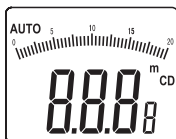

Figura 5-6-1
- Presione el botón “Lx/Fc/CD” durante un segundo y la pantalla cambiará a modo de distancia de intensidad de luz, donde se puede ajustar la distancia de la fuente de luz (como se muestra en la figura 5-6-1).